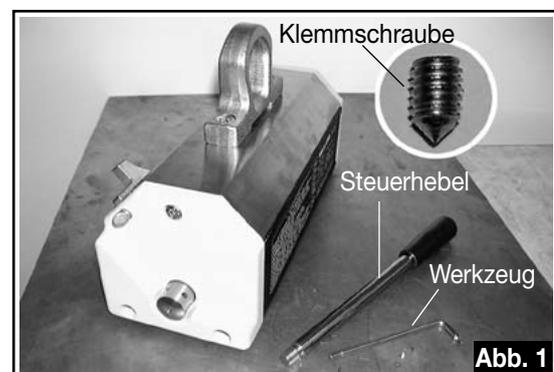

Abb. 1
- A) Lasthebemagnet aus der Verpackung herausnehmen und auf einer Eisenplatte absetzen. (Abb. 1)
- B) Bitte entnehmen Sie den Steuerhebel, die Klemmschraube und das entsprechende Werkzeug aus der Verpackung (Abb. 1).
- 1) Hebel von der Stellung DEMAG in die Stellung MAG bringen (Abb. 1)
- 1) Hebel fassen, Stift der Hebelsperre in Pfeilrichtung bewegen (Abb.1).